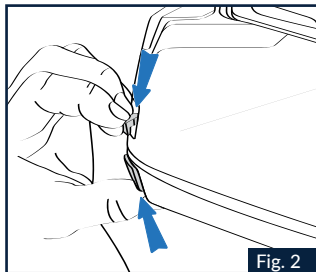

Fig. 2
1.2 Posizionare l'indice sopra la leva di apertura e spingerla verso il basso, in modo da sbloccare la mentoniera (Fig.2).